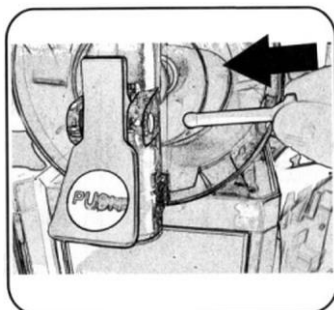

Fig. 42
6. Inserire il perno che fissa il supporto come illustrato nella fig. 42.